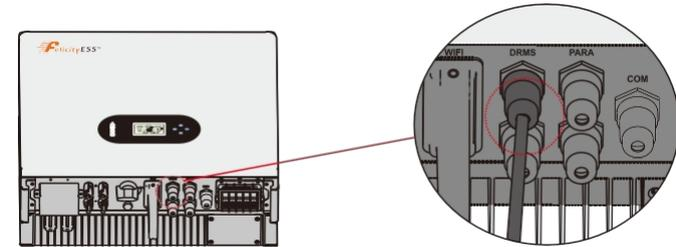

Abbildung 4.5-5 RJ45-Schnittstelle
**Schritt 4.** Schließen Sie die RJ45-Klemme an der richtigen Stelle des Wechselrichters an, siehe Abbildung 4.5-5.